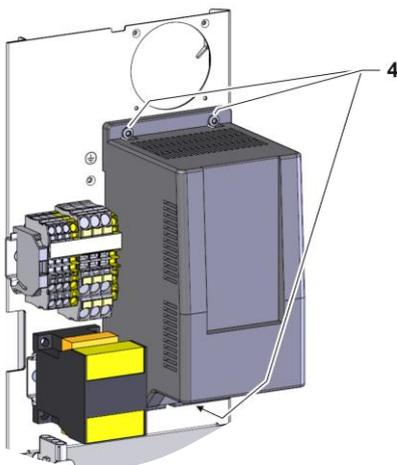

Abb. 4: Einbau Frequenzumformer
- 3x Befestigungsschrauben (Kennzeichnung 4 → Abb. 4) des Frequenzumformers (U 1) an Rückwand festziehen.